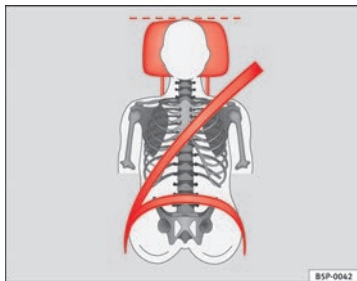

Abb. 12 Richtiger Gurtbandverlauf und richtige Kopfstützeinstellung von vorne betrachtet
- Das Schultergurtteil des Sicherheitsgurtes muss über die Schultermitte und niemals über den Hals verlaufen. Der Sicherheitsgurt muss flach und fest am Oberkörper anliegen ⇒ Abb. 12.